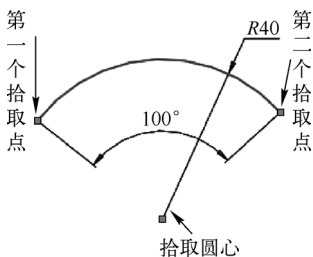

图 2-82 标注圆弧的圆心角
- 5) 将尺寸线移到适当的位置后, 单击将尺寸线固定下来, 标注圆弧的圆心角如图 2-82 所示。